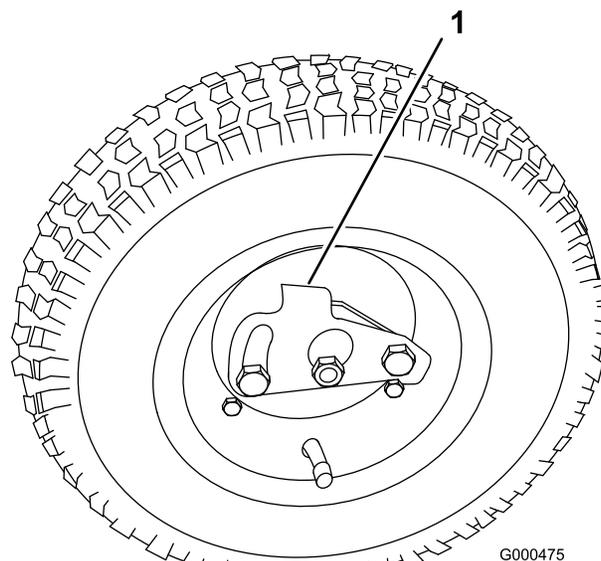

Figura 16
2. Empurre o dispositivo de bloqueio da roda para o centro da roda e deslize a roda na direcção do eixo hexagonal (Figura 16).